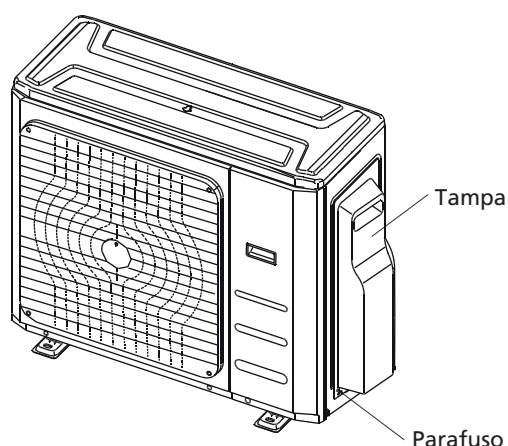

Fig. 8.1
2. Retirar a cobertura eléctrica da unidade exterior. Se não houver cobertura na unidade exterior, desmontar os parafusos da placa de manutenção e remover a placa de protecção. (Ver Fig. 8.1)